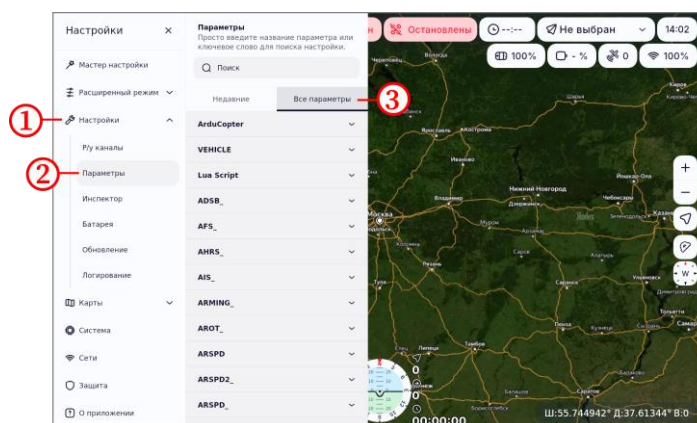

Рисунок 23
- перейти в раздел «Настройки» (рисунок 23, шаг 1);
- выбрать пункт меню «Параметры» (рисунок 23, шаг 2);
- открыть вкладку «Все параметры» (рисунок 23, шаг 3).